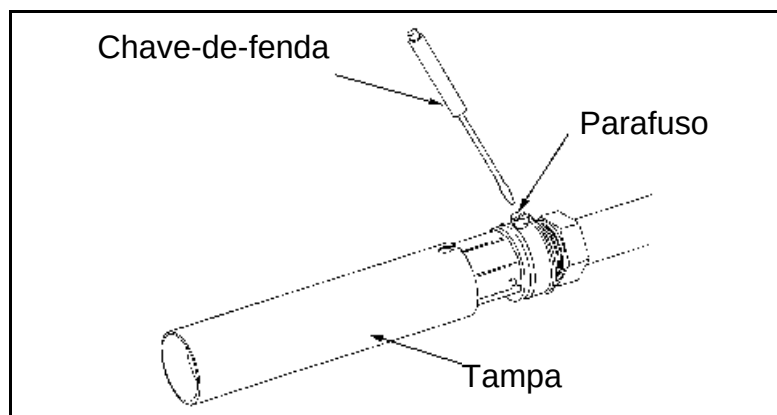

Figura 6-5. Retirando o Cabeçote da Tampa
3. Localize o parafuso que prende a tampa do cabeçote (refira à Figura 6-5).